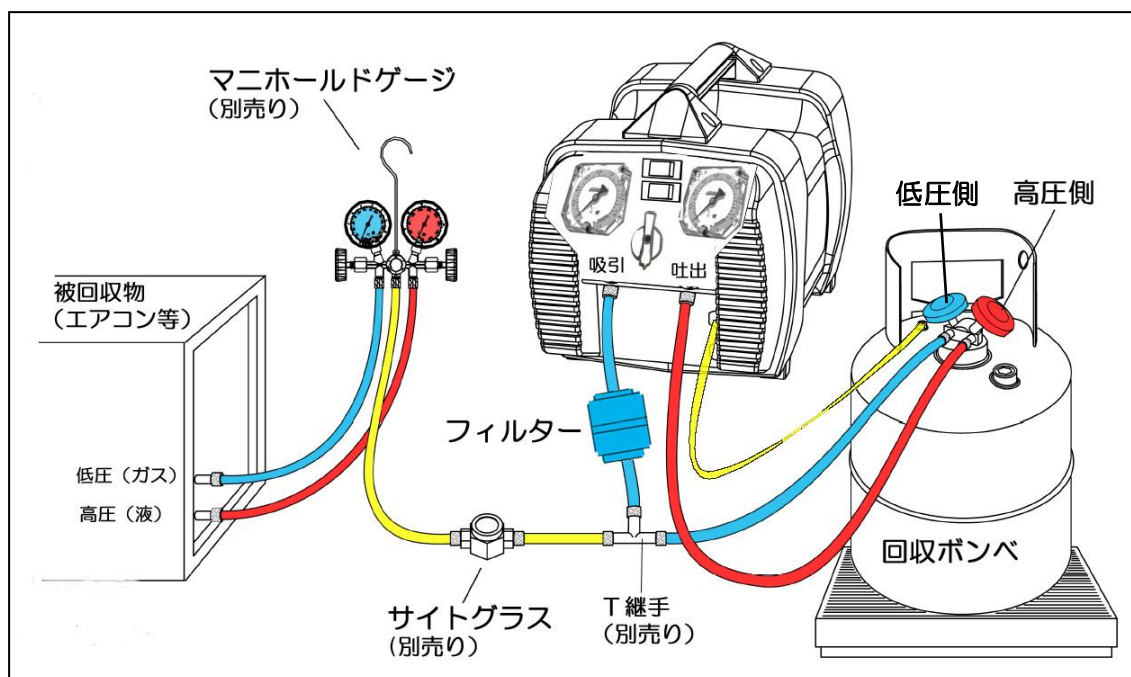

図4 ボンベクーリング接続例
- ①図4の様にホースと回収装置等を接続し、回収ポンペ低圧側（青）バルブを閉の状態で大紙「3-2 一般的な回収方法」で回収する。
- ②回収中にポンペの温度が上昇したら電源スイッチ **OFF**
- ③マニホールドの低圧・高圧両バルブを**閉**
- ④回収ポンペのガス側（青）バルブを**開**にして回収機を起動させる。